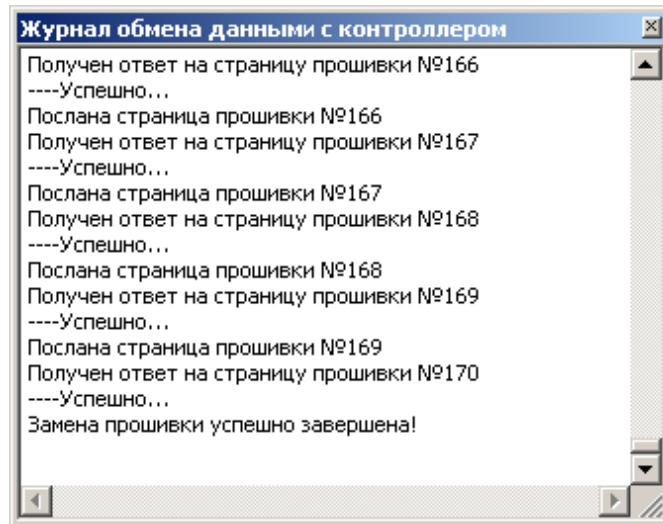

Рисунок 25
8. Появится окно журнала обмена данными с контроллером (Рисунок 25):